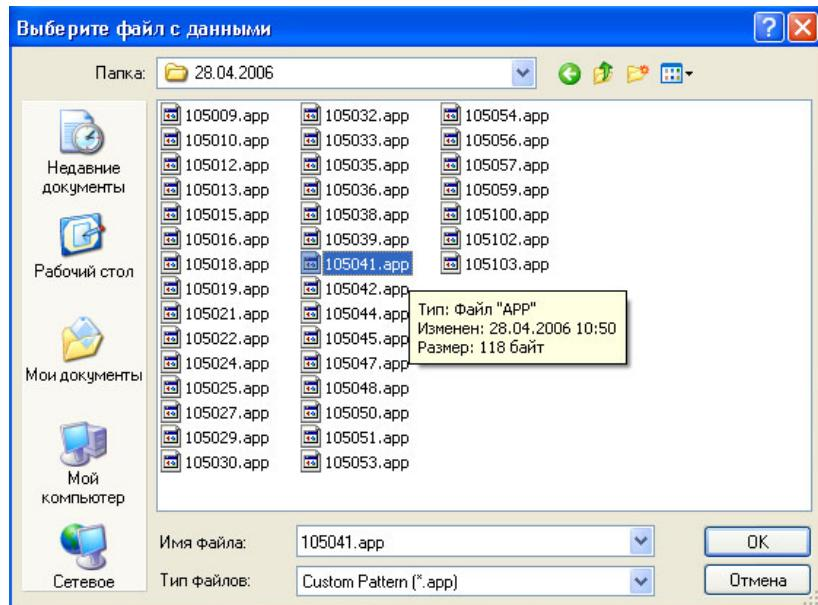

Рис. 5.3.1. Диалоговое окно: выбор файла с данными.
*Загрузить график из файла* (Ctrl + F3) – просмотр ранее сохраненного графика. При выборе этого пункта появляется диалоговое окно (Рис. 5.3.1), в котором пользователю предлагается выбрать один из существующих на диске файлов. После выбора курсором мыши требуемого файла следует нажать кнопку «Открыть» для вывода графика из файла на экран.
*Чтение архива измерений* (**Ctrl + F5**) – позволяет просматривать сохраненные в режиме самописца графики, листая их наподобие страниц документа. При выборе данного пункта на экране сначала появляется диалоговое окно, наподобие окна, изображенного на Рис. 5.3.1. В этом окне выбирается нужная папка, соответствующая дате измерения, а в папке выбирается файл архивной последовательности, с которого следует начать просмотр. После того, как сигнал из файла будет отображен на графике, под графиком появится несколько новых элементов управления (Рис. 5.3.2).